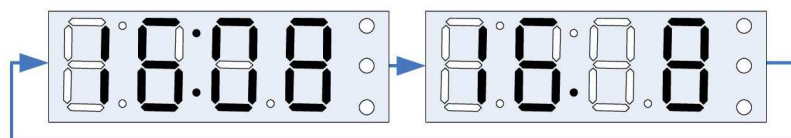

Рис. 21
2.5.5 При этом выбранный разряд, периодически мигает. Для примера на Рис. 21 выбран разряд для корректировки десятков минут (время 16 часов 8 минут).